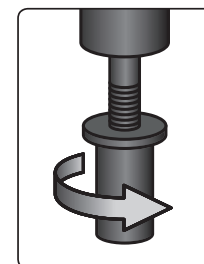

Fig. 4
4) Impostare la direzione di rotazione della testa del mandrino in senso orario, senza tenere fermo l'adattatore con la mano, cosicché possa girare, e, tenendo fermo l'inserto filettato con una mano, lasciare che l'asse centrale filettato dell'avvitatore si avviti all'interno dell'inserto (Fig. 4). L'inserto filettato deve essere avvitato sull'asse nella direzione mostrata nella Fig. 4, altrimenti non sarà possibile tirarlo.